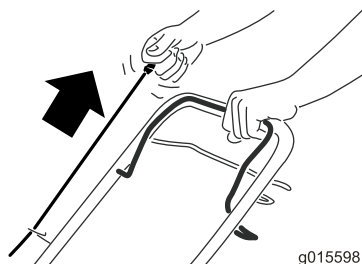

Рисунок 15
2. Потяните рукоятку ручного стартера (Рисунок 15).